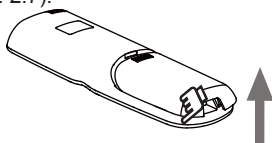

Abb. 2.7
2) Heben Sie zum Öffnen des Batteriefachs den Deckel am unteren Ende an (siehe Abb. 2.7).